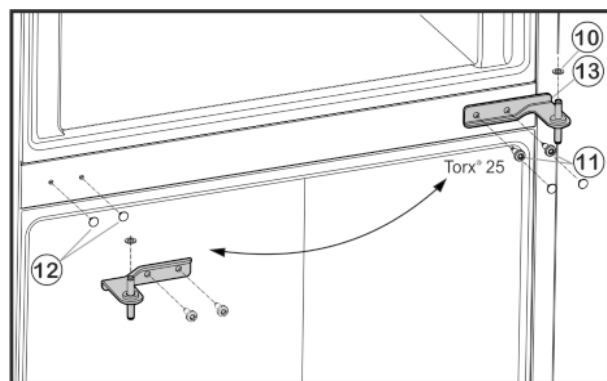

Fig. 5
- ▶ Ostrożnie zdjąć osłonki Fig. 5 (12) i zamontować na przeciwległej stronie.